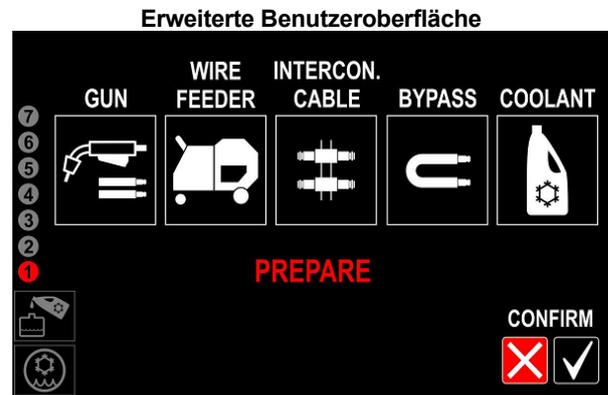
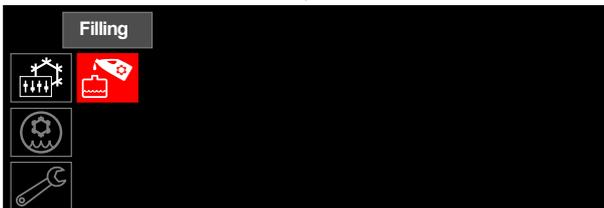

Abbildung 14
Abbildung 30
- Wenn der **COOL ARC® 60** erstmals mit der Schweißstromquelle verbunden wurde, wird automatisch das Füllverfahren (Abbildung 14 oder 22) gestartet. Entfernen Sie die Tankverschlusskappe, um zu verhindern, dass ein Teilvakuum erzeugt wird.
Wenn ein anderer **Produkt** angeschlossen wird, muss das Füllverfahren manuell gestartet werden. Führen Sie zunächst die in Abbildung 30 oder 33 gezeigten Anweisungen aus und wiederholen Sie dann die in den Abbildung 14 bis 21 bzw. 22 bis 29 gezeigten Schritte.